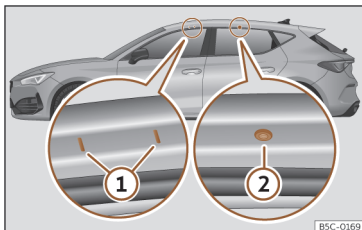

Fig. 136 Pontos de fixação das barras longitudinais para a bagageira do tejadilho (Leon).
Os pontos de fixação dianteiros e traseiros ① e ② só se podem ver com as portas abertas >>> Fig. 136.